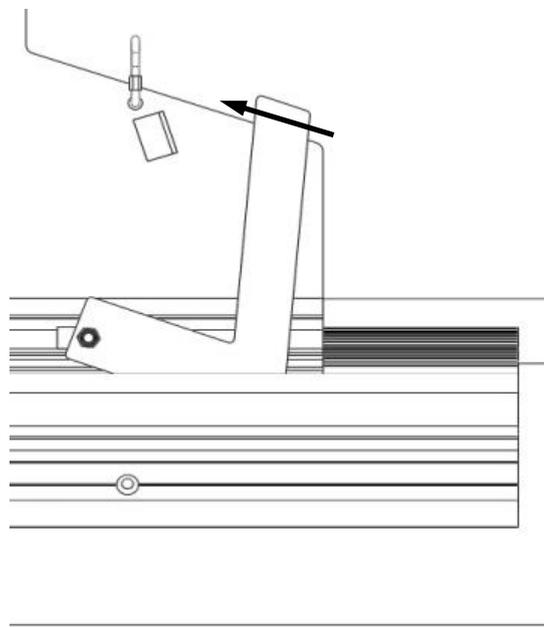

Abbildung 11: Verriegelung lösen
5. Verladeblech mit Haken halten und durch Anheben mit dem Fuß die Verriegelung entsichern (Abbildung 11).